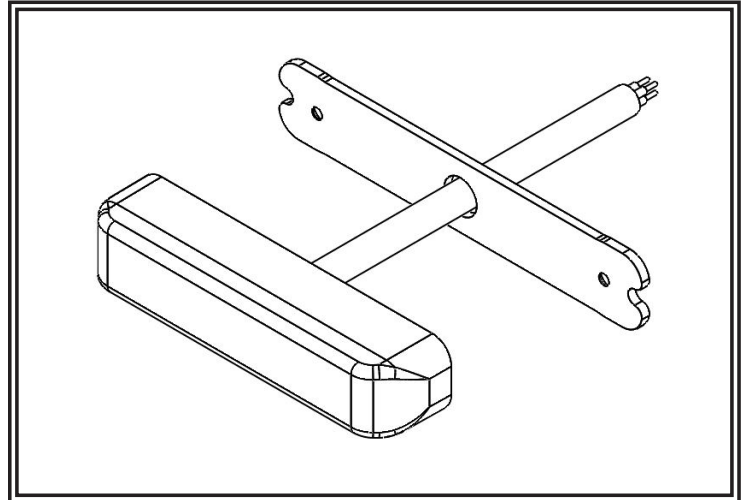

Figura 1
Paso 1. Pase el cable del cabezal de luz a través del orificio central del soporte de la placa posterior. Los orificios avellanados deben estar orientados en dirección opuesta al cabezal de luz. Fije el soporte de la placa posterior al cabezal de luz con los dos tornillos de cabeza plana M2,5 x 10 mm (no se muestran). Consulte la Figura 1.